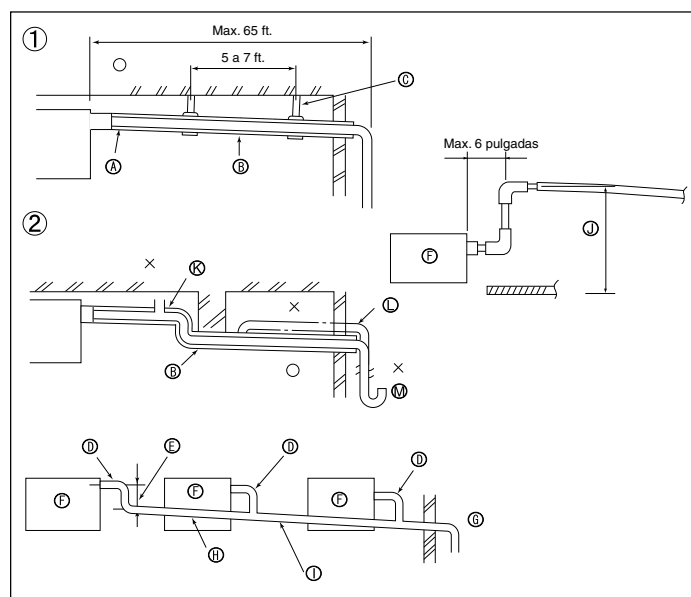

Fig. 5-1
5.1. Tubería de drenaje (Fig. 5-1)
- ① Tubería correcta ③ Metal de soporte
② Tubería incorrecta ④ Expulsor de aire
⑤ Aislamiento (9 mm, 23/64 pulgada o más) ⑥ Elevado
⑦ Pendiente de descenso de 1/100 o más ⑧ Retención de olores